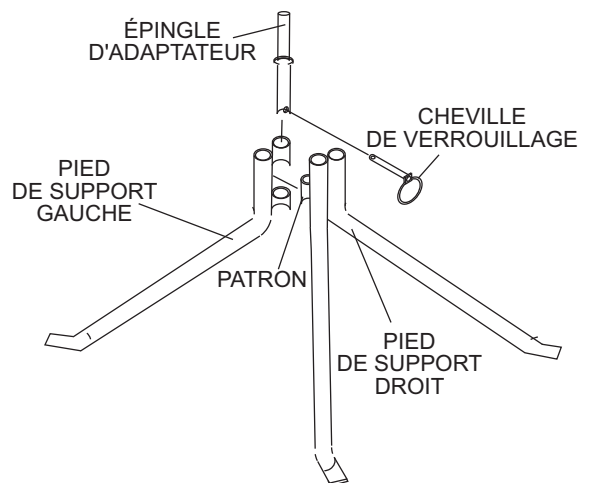

Figure 9. Pied de support facultatif
4. Assemblez les deux moitiés du pied de support facultatif (Figure 9). Le pied de support gauche s'insère dans la bosse centrale du pied de support droit.
5. Insérez la cheville de l'adaptateur dans les bosses tel qu'indiqué à la Figure 9. Lorsque la cheville de l'adaptateur a été insérée et alignée, insérez la cheville de verrouillage. Placez la partie ronde de la cheville de verrouillage sur la section inférieure de la cheville de l'adaptateur.